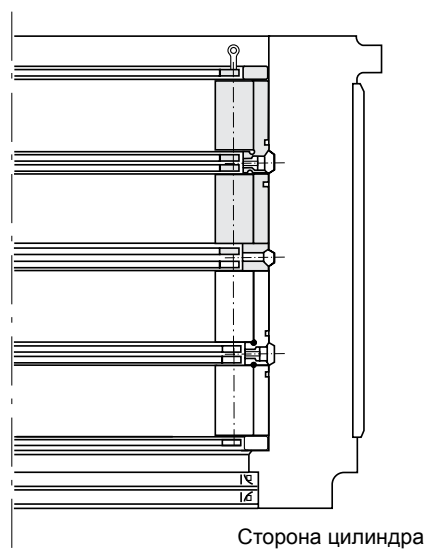

Рис. 3.25
- (12) Нанесите смазочный материал на поверхность качения и на обе торцевые поверхности роликов ряда D.
- (13) Нанесите смазочный материал на упорное кольцо с буртом со всех сторон.
- (14) Установите упорное кольцо с буртом меткой вверх на сепаратор ряда D меткой вверх. Вверните специальные проушины в четыре резьбовых отверстия сепаратора, поднимите и аккуратно установите сепаратор в распорку (**рис. 3.25**).
- (15) В зависимости от назначения прокатного стана, крышка держателя может иметь различную форму. Следуя указаниям производителя прокатного стана, установите (снимите) крышку держателя.